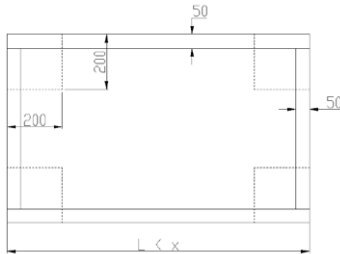
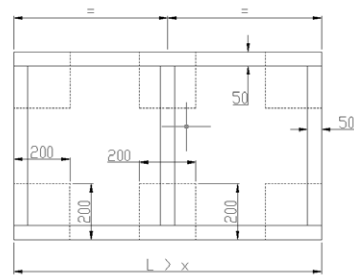

Rys. Nr 14 Centrala na narożach fundamentowych
Rys. Nr 15 Centrala na narożach fundamentowych ze środkowym wzmocnieniem
a) dla central (małe gdzie mogą wystąpić stopki) powierzchnia podparcia nie może być mniejsza niż 200x200 i usytuowana we wszystkich miejscach występowania tych elementów Rys. Nr 14, Rys. Nr 15.